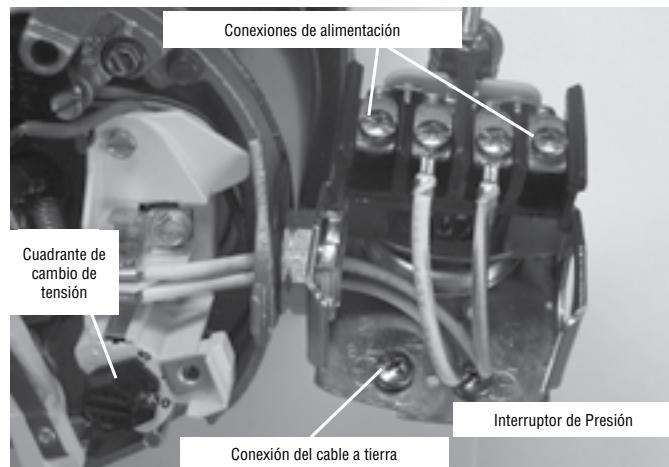

Figura 7:Tensión configurada para 230 V, tipo cuadrante.
3. Conecte los conductores de alimentación a los dos tornillos exteriores en el manóstato según se ilustra en el Figura 7.
4. Conecte el cable a tierra a una de las conexiones a tierra según se ilustra en la Figura 7.